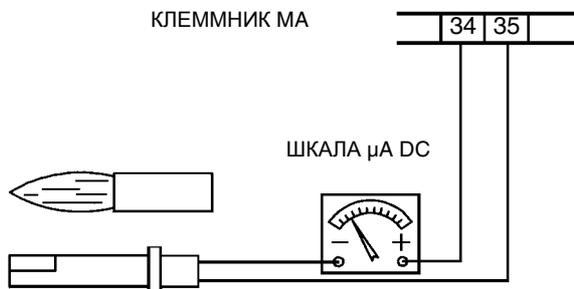

Рис. 14
- Проверить и тщательно почистить фоторезистор контроля пламени, если необходимо заменить его. В случае возникновения сомнения, проверить контур улавливания пламени после ввода горелки в действие, следуя схеме на Рис. 14;
Для того, чтобы измерить интенсивность тока детектирования, действовать согласно схеме на Рис. 14. Если полученное значение ниже рекомендуемого, проверить положение фоторезистора, электрические контакты и, при необходимости, заменить фоторезистор.